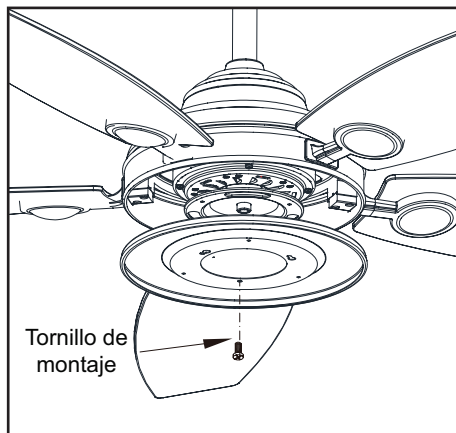

Figura 13
1. Afloja, pero no quites, dos de los tres tornillos de montaje del conjunto motor-ventilador; retira un tornillo de montaje. (Figura 13)